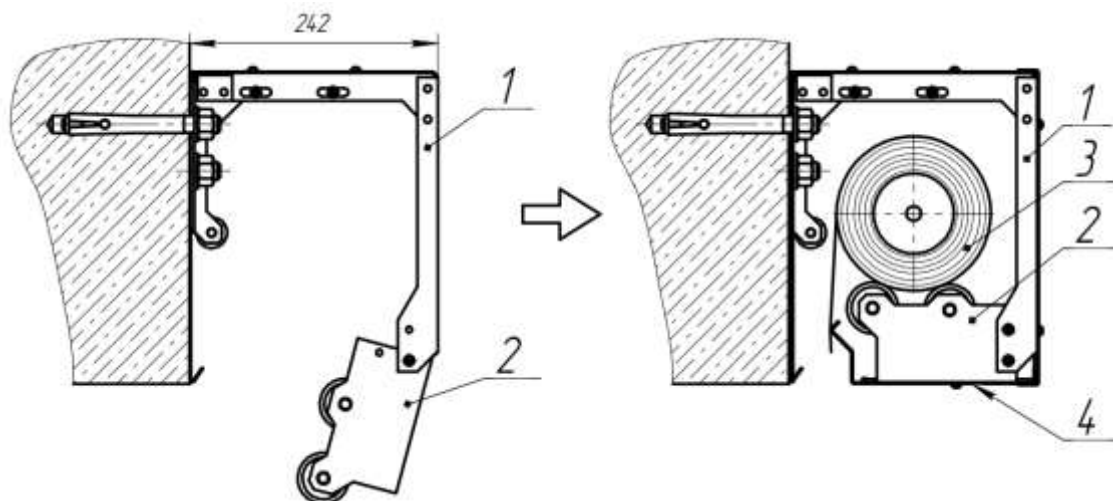

Рис. 5 – Схема установки намоточного вала.
4. Навесить и выровнять оставшуюся часть консоли (раму и кронштейн с роликами, поз.1,2) согласно схеме, изображенной на рис. 5, при этом нижнюю раму роликов (поз.2) консоли временно закрепить только с помощью нижних винтов.